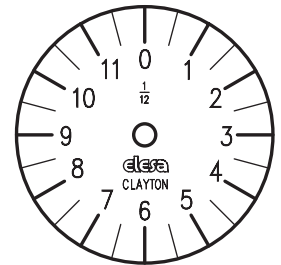

Bild 2
- 2.1** Jede komplette Umdrehung des großen roten Zeigers entspricht einem Teil der Bewegung, welche der kleine schwarze Zeiger zurücklegt. Die Anzahl der vollständigen Umdrehungen des roten Zeigers bis der schwarze Zeiger ebenfalls eine komplette Umdrehung zurückgelegt hat, entspricht der Untersetzung. Als Beispiel: eine Untersetzung von 12:1 bedeutet 12 Umdrehungen des roten Zeigers für eine komplette Umdrehung des schwarzen Zeigers (Bild 2).